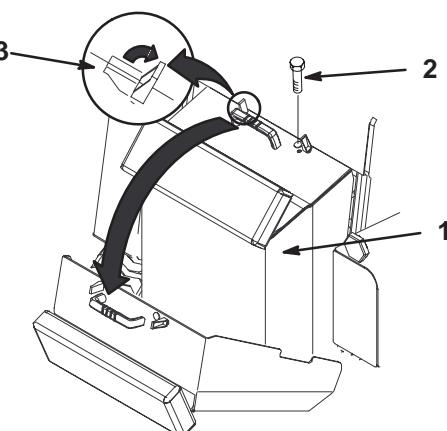

Figure 22
2. Dégagez les deux languettes de blocage en haut du couvercle d'accès arrière (Fig. 22).
3. Enlevez le boulon situé près de la languette de blocage droite (Fig. 22).
4. Tirez le couvercle vers le haut et en arrière par la poignée pour l'ouvrir (Fig. 22).